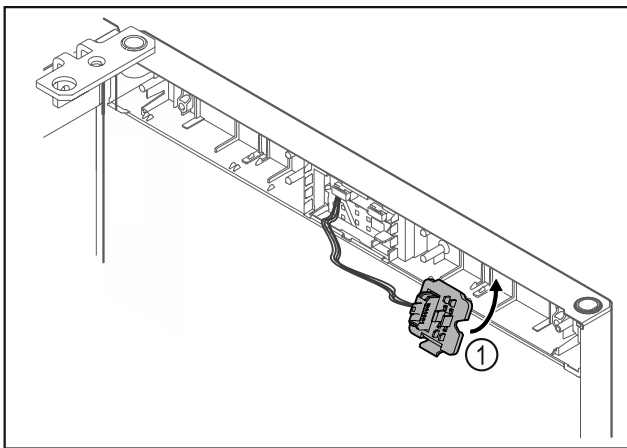

Fig. 15
- Sett pluggholderen Fig. 15 (1) fast på motsatt side.